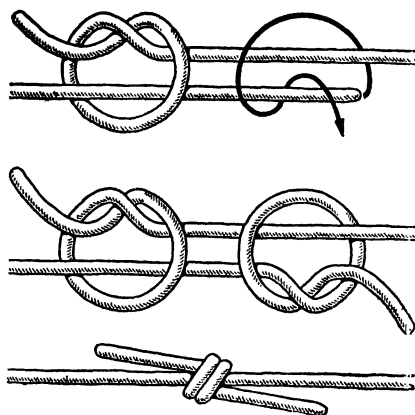

Рис. 33. Рыбацкий узел
**Рыбацкий узел** (рис. 33). В России этот узел издавна имел три названия — лесовой, рыбацкий и английский. В Англии его называют английским, в Америке — речным или водничьим узлом.